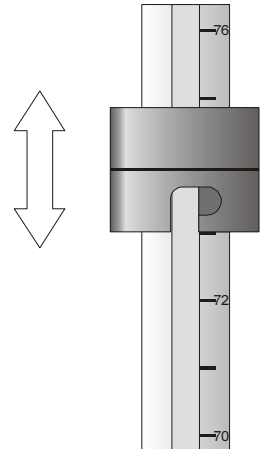

Abbildung 4. Einstellung des Klemmrings
2. Schieben Sie den Ring auf die gewünschte Höhe. Die Unterkante des Rings muss abzüglich 1 cm zur gewünschten Höhe eingestellt werden (der Klemmring in Abbildung 4 ist auf eine Höhe von 74 cm eingestellt).